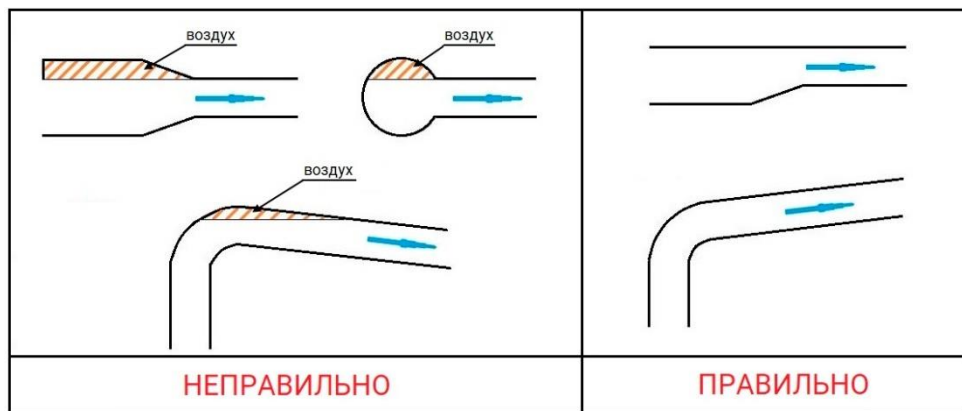

Рисунок 21 – Воздушные карманы трубопровода
8.24. Общие требования к установке ВМЦН указаны на рис. 21.